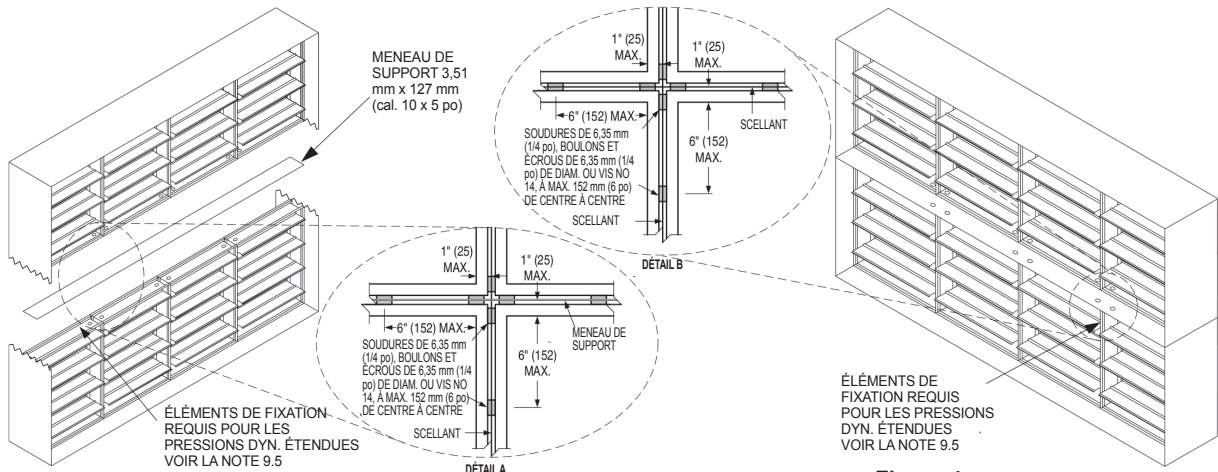

Figure 3.
2. Dans les ensembles de registres verticaux et horizontaux de deux sections de hauteur (profondeur), il doit y avoir un meneau plat de 3,51 mm x 127 mm (cal. 10 x 5 po) entre la section supérieure et la section inférieure (voir les figures 3 et 5).